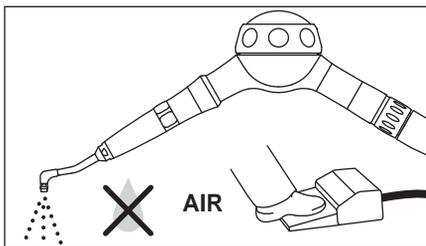

Fig. 12
- Faites fonctionner l'appareil à vide, uniquement avec de l'air, pour évacuer l'eau et la poudre encore dans l'embout. (Fig. 12)